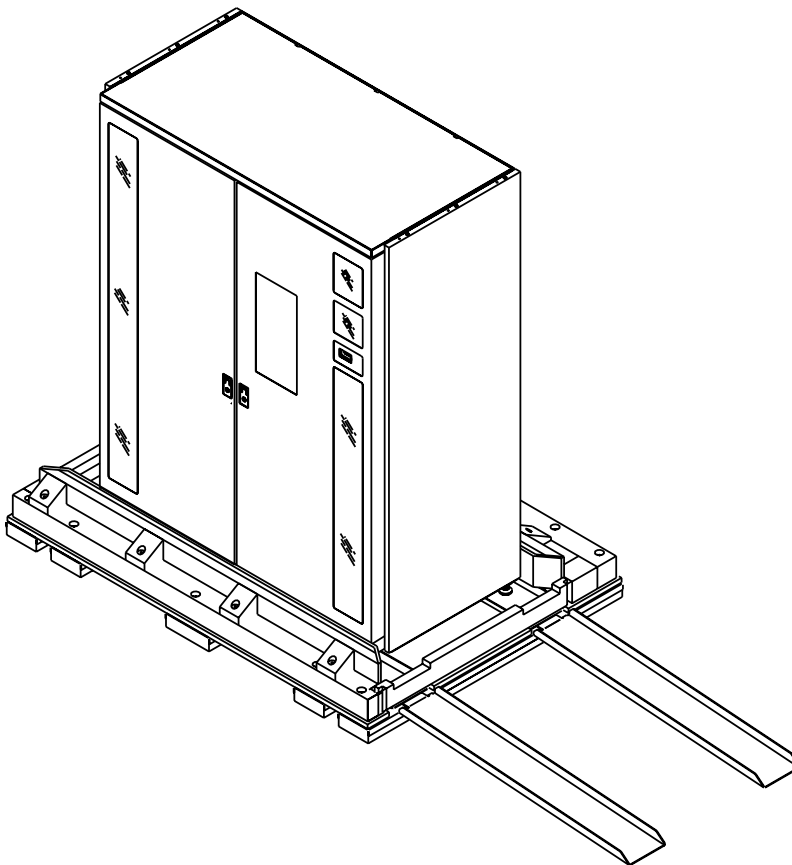

図4-10: ランプの準備
4. 2つのランプエクステンションを、パレットの端にあるスロットに入れます(図4-10を参照)。ランプは、パレットの右側または左側のどちらにもセットアップすることができます。